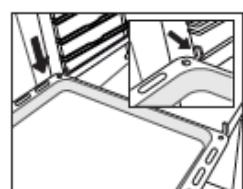

Fig.5
5. Placez les accessoires sur la glissière (Fig. 5, 6).